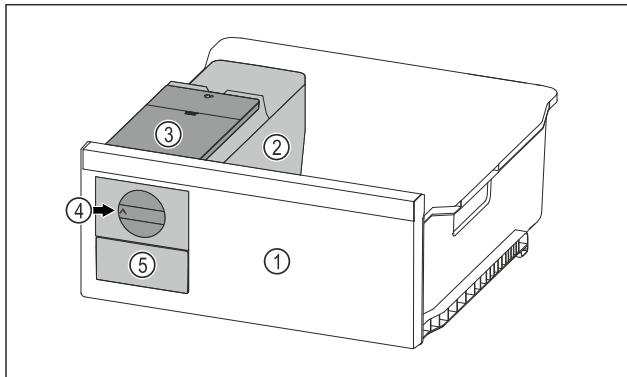

Fig. 151 Beispielhafte Darstellung
- Drehknopf Fig. 151 (4) im Uhrzeigersinn bis zum Anschlag drehen.
- Eiswürfel fallen aus der Eiswürfelschale in das Eiswürfelschubfach Fig. 151 (5). Wenn sich nicht alle Eiswürfel aus der Eiswürfelschale herauslösen: